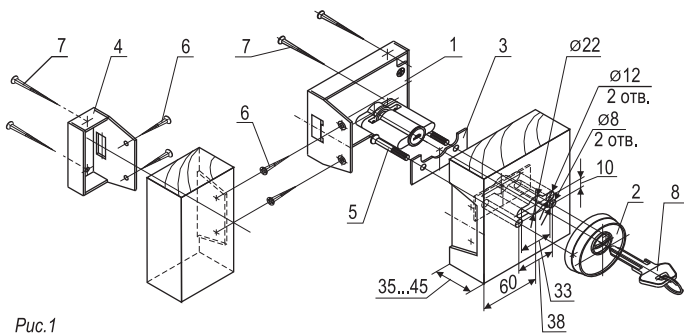

Рис.1
7. Отпирание замка изнутри (см. рис.1) осуществляется поворотом ручки постоянного ключа по часовой стрелке, а снаружи поворотом вставного ключа против часовой стрелки. Для фиксации засова в крайнем закрытом положении изнутри помещения не доверните ручку постоянного ключа до упора (примерно
ПОРЯДОК МОНТАЖА (см. рис.1)
цилиндрического механизма, в соответствии с рис.1).